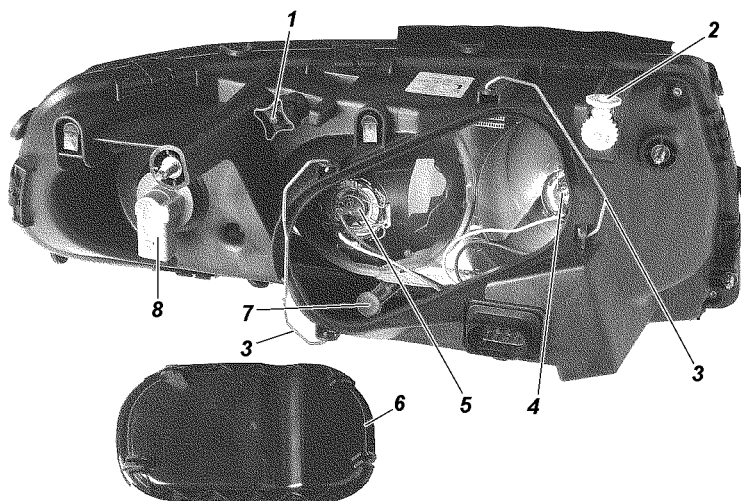

Рис. 9.39. Фара:
3. Включите ближний свет фар и, поочередно закрывая каждую фару, вращением регулировочного винта 1 (рис. 9.39) и регулировочной шестерни 2 добейтесь, чтобы светотеневая граница слева от точек E и E' совпала с линией 1, а справа - с линиями 2 и 2' для левой и правой фар соответственно. Точки перелома светотеневой границы должны совпадать с точками E и E'.
снимите колодку с патрона 8 (см. рис. 9.39), поверните патрон по часовой стрелке (для правой фары) или против часовой стрелки (для левой фары) и выньте патрон в сборе с лампой.